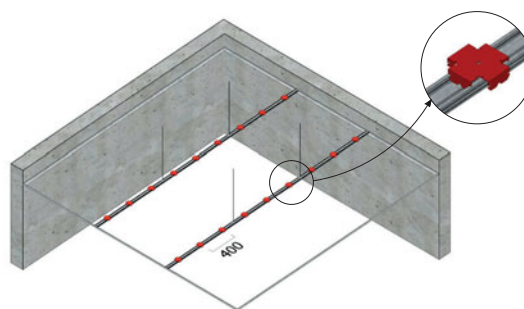

Fig. 4
- Mise en place des connecteurs F47 tous les 400 mm. Il est admis de décaler la position d'un connecteur de +/- 100 mm, par exemple on pourra avoir un entraxe entre 2 connecteurs de 500 mm sur une longueur de plaque de 2500 mm pour éviter une découpe et une chute* (Fig. 4).